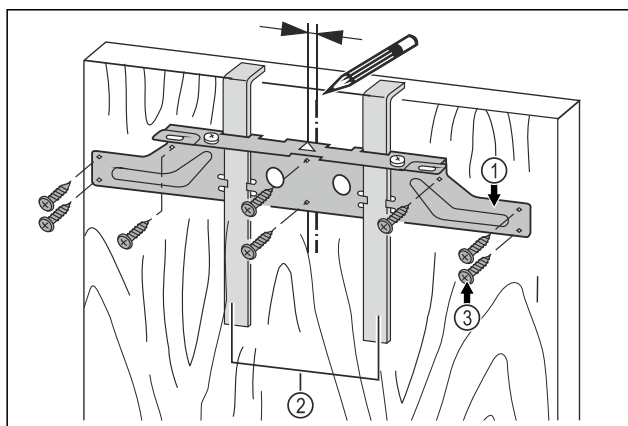

Fig. 21
- Befestigungstraverse Fig. 21 (1) mittig auf der Tür ausrichten.
- Keder links: Befestigungstraverse Fig. 21 (1) 6 mm (1/4 in) nach links verschieben.
- Keder rechts: Befestigungstraverse Fig. 21 (1) 6 mm (1/4 in) nach rechts verschieben.